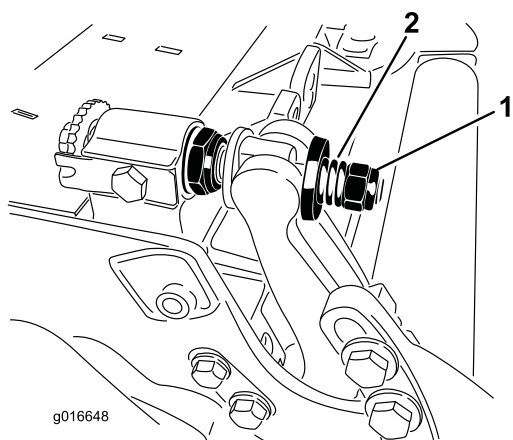

図 31
- スプリングがつぶれるまでテンションナットを締め、そこから半回転戻す(図 31)。
10. 各ベッドバーアジャスタ・アセンブリを締め付けて圧縮スプリングを完全に圧縮し、そこから1/2回転だけ戻す 図 31。